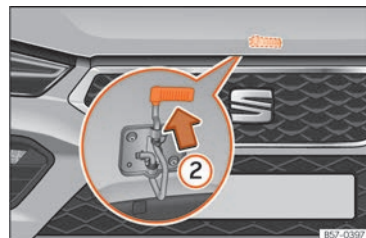

Abb. 201 Hebel unter der Motorraumklappe.
- Zum Anheben der Motorraumklappe drücken Sie den Hebel unterhalb der Motorhaube nach oben >>> (Abb. 201) ②. Dabei wird der Fanghaken entriegelt.